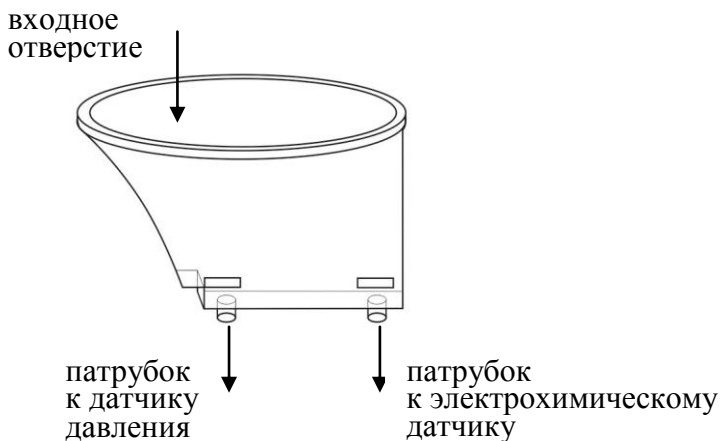

Рисунок 3 – Мундштук-воронка
1.4.22 **Многоразовый мундштук-воронка** (рисунок 3) формирует поток выдыхаемого воздуха для отбора пробы в режиме скрининга.